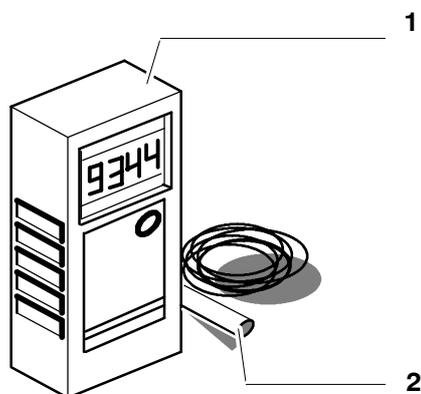

Fig. 105 Appareil de mesure de la tension de la courroie dentée
- (3) Mettre en service l'appareil de mesure de la tension de la courroie dentée (Fig. 105/1).
- (4) Faire vibrer la courroie dentée et tenir le capteur (2) à environ 2 à 3 mm de la courroie qui vibre. Lire le résultat de la mesure sur l'appareil de mesure de la tension de la courroie dentée.
- (5) Répéter trois fois la mesure et déterminer la valeur moyenne.